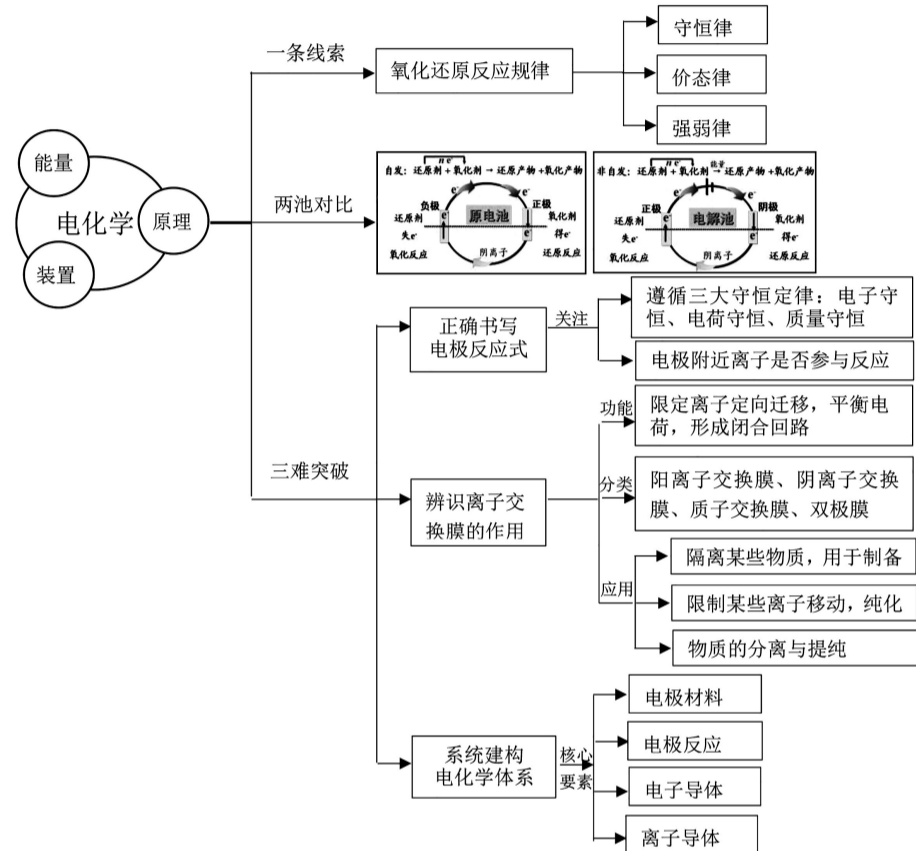

图1 电化化学认知模型
电化化学知识体系主要涉及电化化学原理、能量转化、装置设置三个方面的内容,其中电化化学原理是解决问题的锚点。因此,采用思维导图方式建构电化化学认知模型,使头脑中清晰呈现知识框架和脉络,可以有效提高检索效率和快速反馈能力(见图1)。
- ①写出 $\cdot OH$ 的电子式。
- ②写出 $\cdot OH$ 去除氨气的化学反应方程式。
- ③阴极区加入 $Fe^{2+}$ 可进一步提高氨氮的去除率,结合图1解释 $Fe^{2+}$ 的作用。